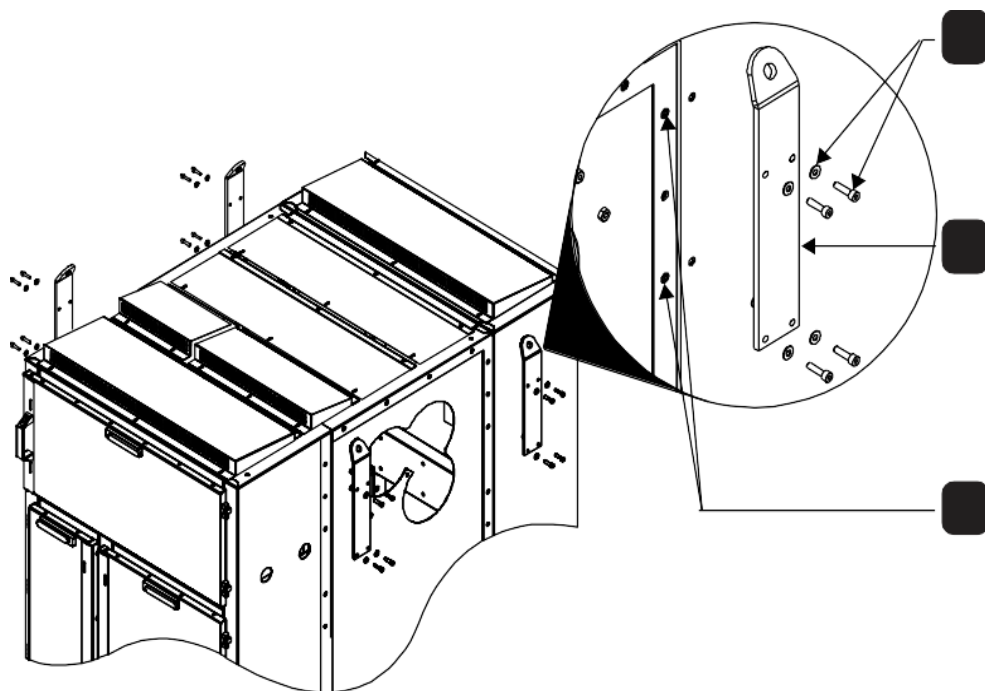

Рис. 6.4 – Крепление подъемных проушин к шкафу УПП, где
1. Найдите и открутите четыре винта, которыми боковые крышки крепятся к панели, как показано на рис. 6.4. Повторите то же самое для всех четырех боковых крышек.